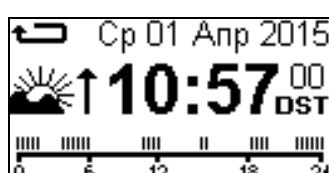

Рисунок 6.1 – Главный экран таймера
**Примечание** – для просмотра событий необходимо находиться на главном экране таймера (рисунок 6.1)
- Если во время проверки ошибок не обнаружено, на дисплее таймера в течение 2 секунд отобразится надпись **Настр. в порядке**, и таймер вернется на главный экран (рисунок 6.1);